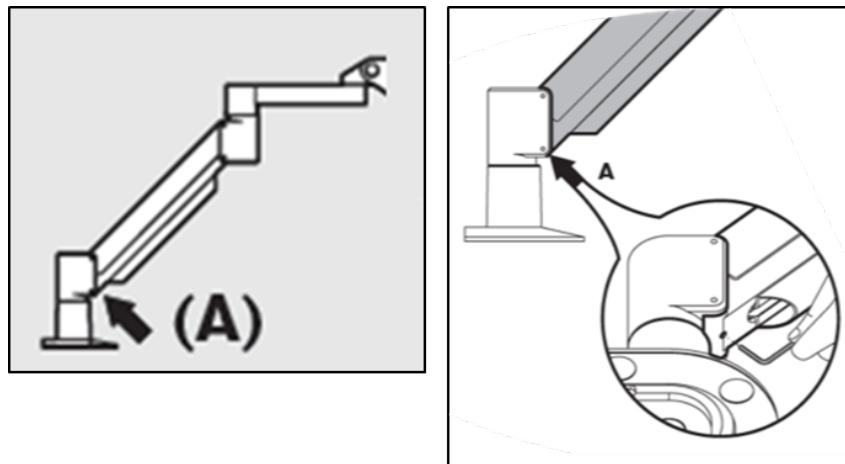

Bild 4-5. Lossa monteringsskruven A för motvikt
- Om armen **glider nedåt** ska du lyfta armen så högt det går och lossa **monteringsskruv A för motvikt** genom att vrida skruven minst en halv vridning. Använd en 3/32 insexnyckel. Se bild 4-5.
- Lyft armen till dess högsta läge och dra åt **monteringsskruv A för motvikt** tills kontakt bildas och dra sedan åt ett halvt till högst tre fjärdedelars varv. Se bild 4-5.